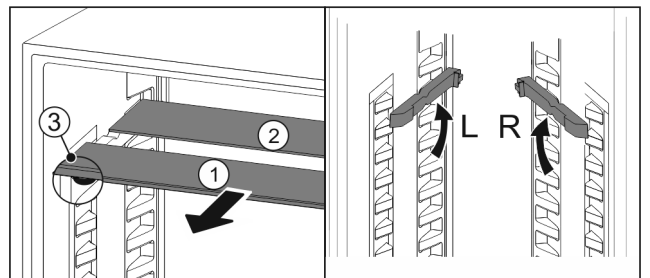

Fig. 71
- Vytiahnite sklené dosky jednotlivo dopredu Fig. 71 (1).
- ▷ Sklená doska Fig. 71 (1) s ozdobnou lištou leží vpredu.
- ▷ Zarážky Fig. 71 (3) ukazujú nadol.